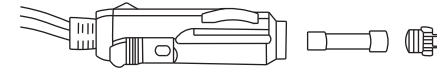

Рис.7
4. **Замена предохранителя:** Развинтите штекер подключения в прикуриватель, извлеките старый предохранитель далее замените на новый. - (рис.7)